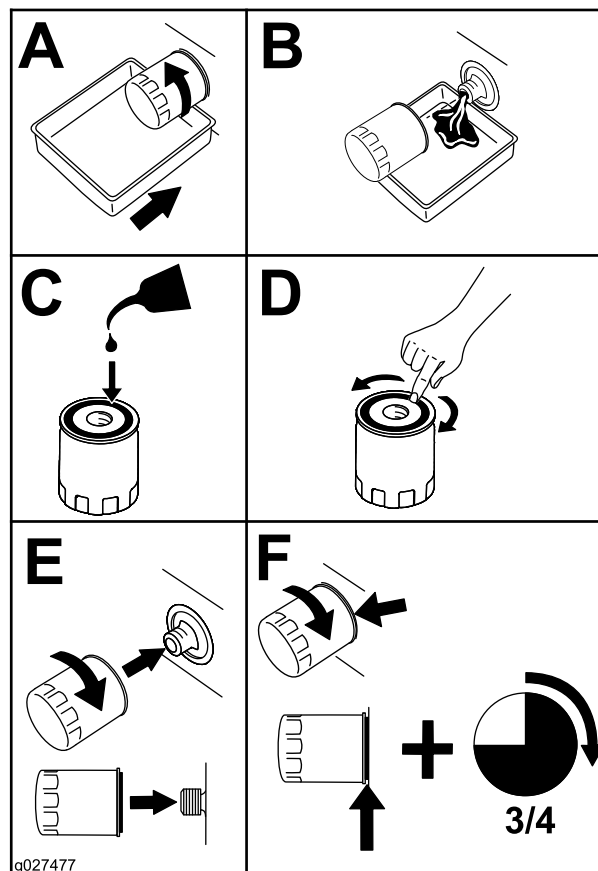

Рисунок 45
2. Замените масляный фильтр двигателя (Рисунок 45).